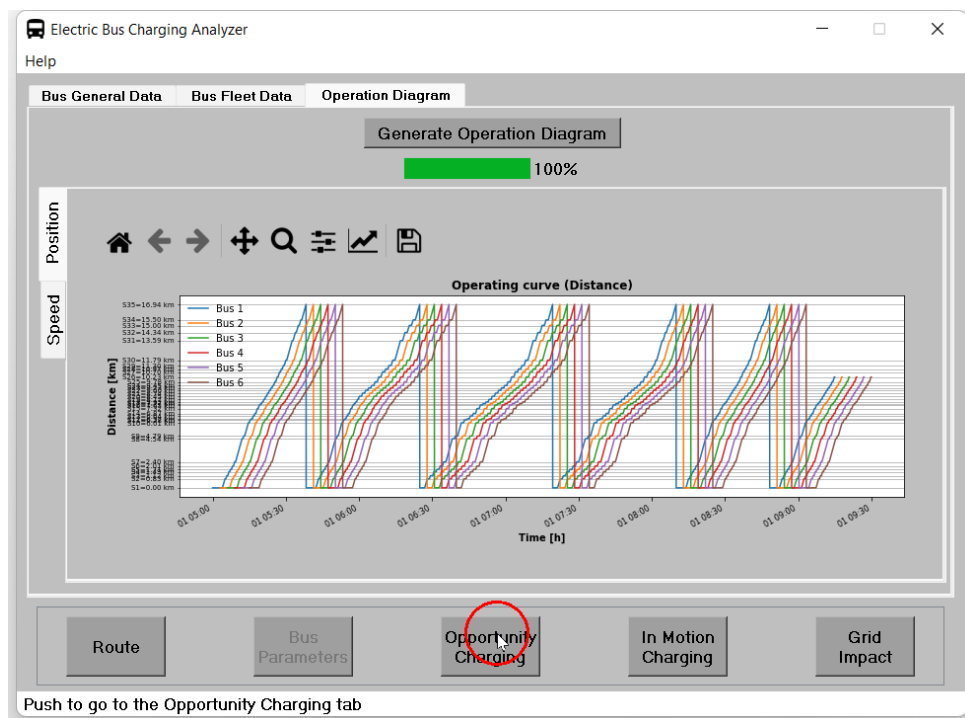

Figura 21: Configuración de los parámetros de la flota.
- Finalmente, luego se que la barra de carga termine y se visualice el diagrama de operación, se procede a pasar a la siguiente ventana presionando el botón **Opportunity Charging** como se meustra en la figura 21.